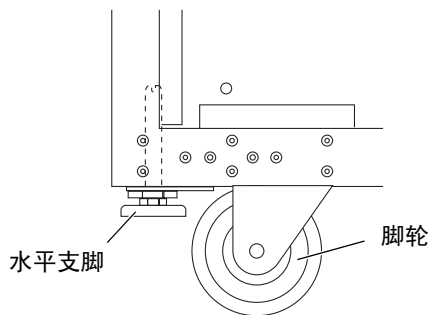

图 4-1 缩回水平支脚
7. 抬起水平支脚，确保各支脚均可完全缩回机箱框架中（图 4-1）。